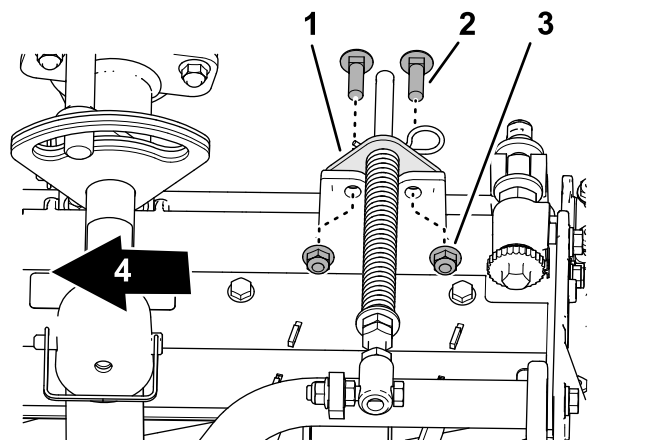

Figure 20
- 5. Alignez les trous du support du compensateur et les trous dans le cadre de l'unité de coupe (Figure 20).